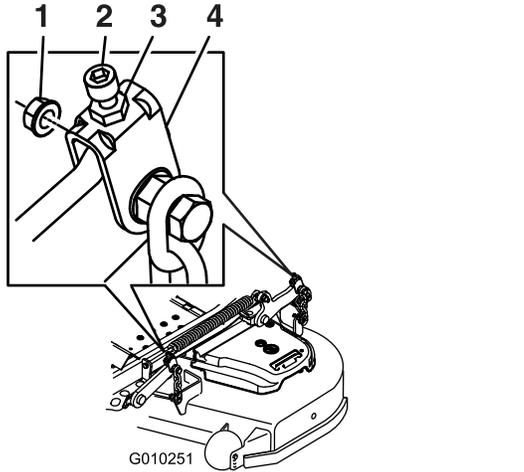

Figura 86
10. Si es necesario, afloje la contratuerca del lateral de la horquilla y la contratuerca de la parte superior. Gire el tornillo de ajuste hasta obtener una altura de 7.6 mm (3") (ver Figura 86).
16. Gire el tornillo de ajuste hasta obtener una altura de 8.3 cm (3¼") (Figura 86).